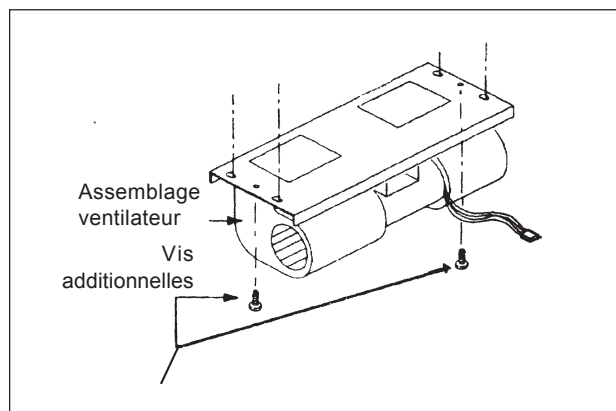

Figure 12d
4. Fixer deux vis additionnelles, figure 12d.
S'assurer que les deux vis additionnelles, figure 12d, sont installées et adéquatement serrées avant de continuer.